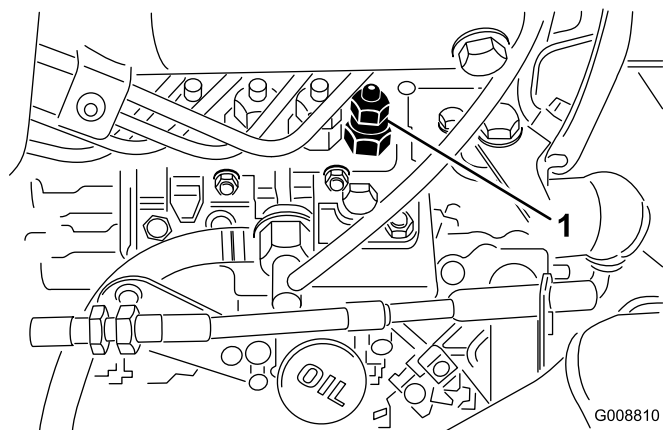

Figura 53
1. Allentate l'attacco del tubo con l'assieme del supporto e dell'ugello dell'iniettore n. 1 sulla pompa di iniezione (Figura 53).